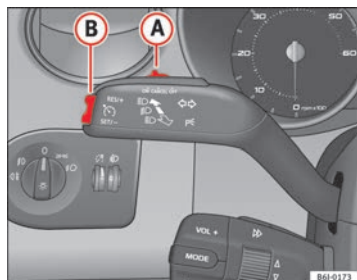

Fig. 106 Leva degli indicatori di direzione e degli abbaglianti: interruttore e tasto di comando del regolatore di velocità
- Premere la parte superiore del tasto **RES** ⇒ fig. 106 **B** per aumentare la velocità. La velocità sale finché si tiene premuto il tasto. Il sistema memorizza come parametro di riferimento la velocità raggiunta nel momento in cui si lascia andare il tasto.
Se si riduce la velocità schiacciando il pedale del freno, il regolatore si disattiva. Per riattivare il regolatore di velocità si deve premere una volta sulla parte superiore del tasto **RES+** ⇒ fig. 106 **B**.